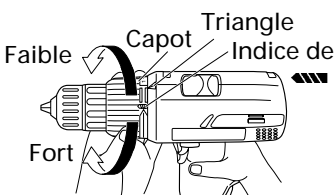

Fig. 9
5. Vérification de la position du capuchon. (Voir Fig. 9)
(2) Indication du couple de serrage (Voir la Fig. 9).
(3) Réglage du couple de serrage (Voir Fig. 9)